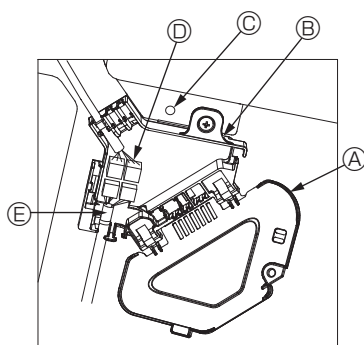

Fig. 5-9
- ① Fjern den skruer, der holder el-boksaafdækningen fast, skub afdækningen i pilens retning som vist i diagrammet, og åbn afdækningen.
- ② Find tilslutningsledningen til gitterets ventilatorvingemotor og ledningen til ventilatorvingemotoren, og forbind derefter ledningerne i el-boksen. (Fig. 5-9) Der er to ventilatorvingemotorstik: et blåt stik og et orange stik. Kontrollér, at stikkens farve stemmer overens, når de forbindes.